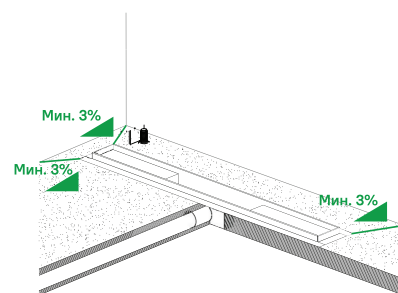

Рис. 4 / Сур-4
3. Выполните стяжку пола. Убедитесь, что все пространство под лотком заполнено бетонной смесью. При выравнивании пола обеспечьте угол уклона не менее 3%. Оставьте зазор под толщину плитки и слоя плиточного клея (рис. 4).